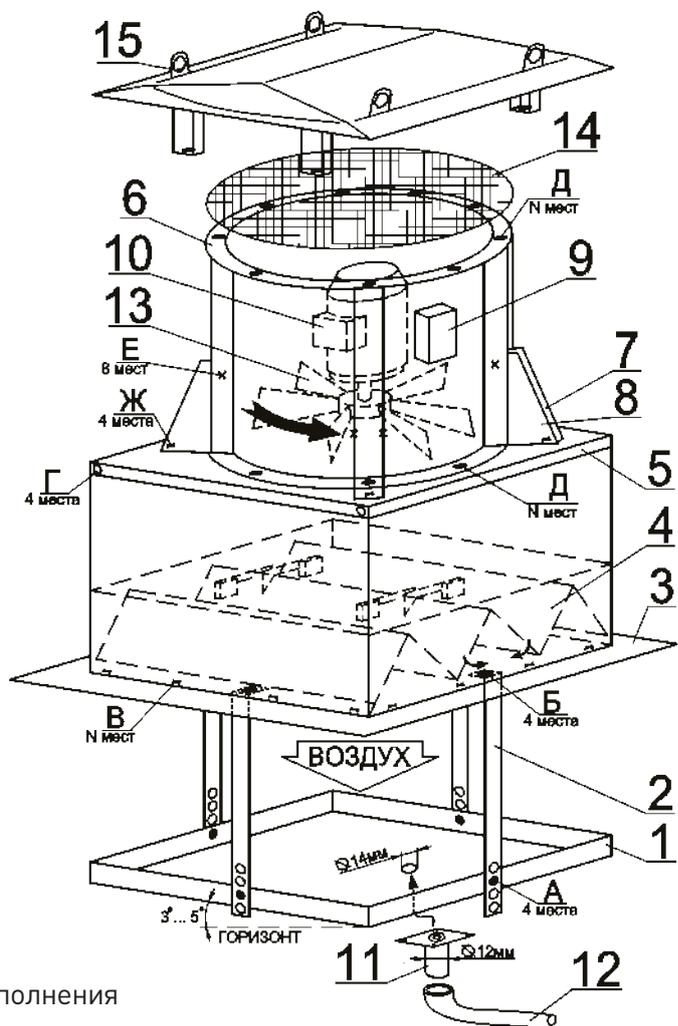

Рисунок 16. Схема монтажа вентилятора крышного исполнения
Клапан крепится непосредственно к стакану монтажному до его установки на кровлю здания (см. рисунок 16).
Клапан крепится на штатные «глухие бонки» во фланце стакана (поз. В, рис. 16).
Верхние концы подвесов поддона (поз.2) крепятся на штатные «глухие бонки» во фланце стакана (поз. Б, рис. 16).
Нижние концы подвесов поддона (поз.2) крепятся на штатные отверстия в бортах поддона (поз. А рис. 16).
Поддон рекомендуется устанавливать с небольшим наклоном в удобную сторону слива (см. рисунок 16) для чего в планках подвеса (поз.2) сделан ряд отверстий для регулировки его крепления по высоте.
Для установки на поддон сливного патрубка (поз.11) для отвода конденсата необходимо в месте его размещения на дне поддона просверлить отверстие $\varnothing 14$ мм (см. рисунок 16). Крепление патрубка осуществляется прилагаемыми саморезами снизу (уплотнительной прокладкой к поддону). Дополнительной герметизации патрубка не требуется.
Вентилятор монтируется на стакан посредством установки через опорную плиту (поз.5, рис.16). Порядок монтажа:
1. Опорная плита крепится к вентилятору по его нижнему фланцу (поз. Д, рис.16).
2. Для вентиляторов типоразмеров 63 и выше в комплект плиты опорной дополнительно входят уголки усиления (рис.16, поз.7 и 8), крепление которых производится после установки вентилятора на плиту.
• крепление уголков к опорной поите производится в местах Ж (рис.16).
Левый уголок (рис.16, поз.7) устанавливается первым, правый (рис.16, поз.8) устанавливается на него сверху.
- крепление уголков к ребрам корпуса вентилятора производится в местах Е (рис.16).
- 3.** Опорная плита, вместе с вентилятором, устанавливается и закрепляется на стакане на штатные «бонки» во фланце стакана (поз. Г, рис.16).
Адаптер крепится непосредственно к стакану монтажному (допускается производить монтаж клапана как до, так и после установки стакана на кровлю здания (см. рисунок 16). Обратный клапан при этом устанавливать не требуется.
Адаптер крепится на штатные «глухие бонки» во фланце стакана (поз. В, рис.16).
Противопожарный клапан крепится к отверстиям (поз. А, рис.16) индивидуальным крепежом. Диаметр отверстий А в адаптере - 11мм.